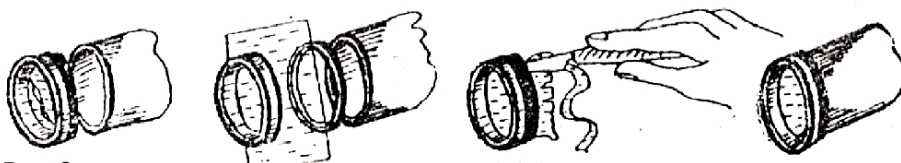

Рис. 3
- 2.4.3 В том случае, когда защитная полиэтиленовая пленка объектива пришла в непригодное состояние, производится ее замена. Для замены пленки надо выполнить следующие операции (см. рис.3):